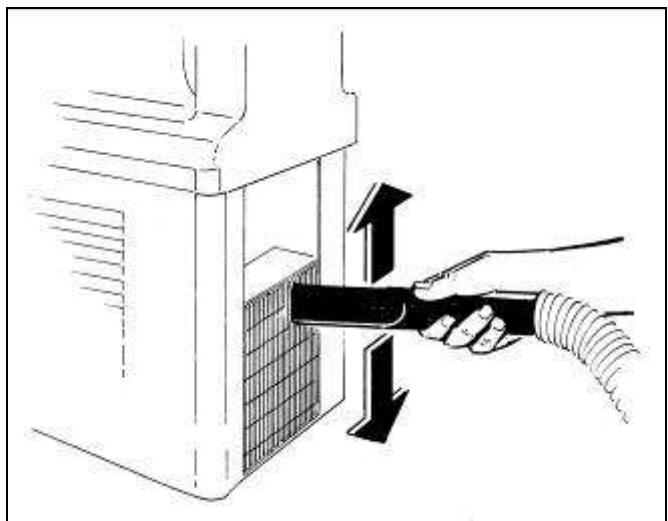

Fig. 27
- À l'aide d'un aspirateur, enlever la poussière qui s'est infiltrée entre les lamelles du condensateur (fig. 27).